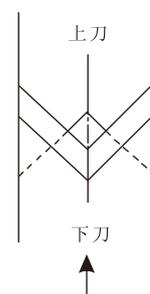

图 4-6
④. 参照图4-6，对准上下刀片，固紧螺钉。
(1) 切断电源，打开操作面板；
(2) 旋转剪切机构的传动齿轮，使上、下刀口间隙为1.00mm左右(两个V形口的中心距离，见说明书图4-6)并保持刀口位置固定不动。
(3) 调节扇形遮光片进入光耦凹槽的深浅(注意ZDBX-6型和其他机型遮光片位置正好相反)，接通电源使光耦电路板上的指示灯(LED)，调节到处于将亮未亮的临界状态，固定螺丝，注意在调节遮光片时，务必使扇形片处于凹槽孔的中间，防止擦边。
(4) 旋转剪切机构的传动齿轮，使上、下两刀刃张开最大，此时指示灯应处于亮的状态，目的是防止试线时到达下孔点后刀架卡死，同步带打滑损坏机件。
(5) 接通电源，试线的切断是否正常，如有切不断或带丝则调整M2模式下按“切断”键后显示“\*32\*”里的数字，如还示能切断，则依照上述方法重新调整好这后，一定要固紧遮光片上的螺丝。
(6) 另外，建议客户不要频繁地调整零点，以免操作损坏机器而应通过程序内的误差补偿调整。